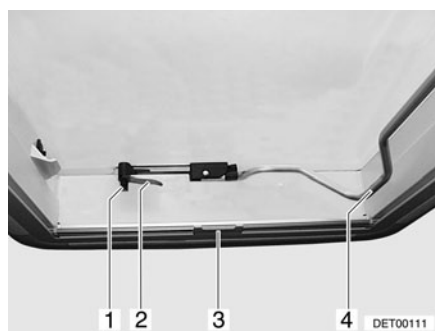
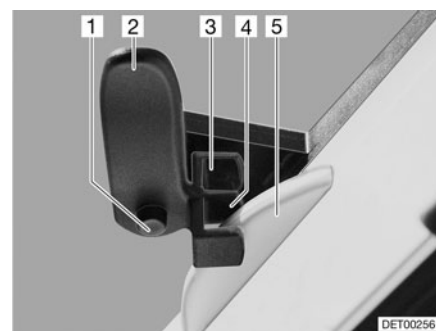

Fig. 44 Claraboya Heki, cerrada
Fig. 45 Claraboya Heki en posición de ventilación 1
- Pulsar el botón de seguridad (Fig. 44,1) y girar la palanca de bloqueo (Fig. 44,2) un cuarto de vuelta hacia dentro.
- Tirar hacia abajo de la horquilla (Fig. 44,4) para desbloquearla.
- Girar la palanca de bloqueo (Fig. 44,2 y Fig. 45,2) un cuarto de vuelta. El saliente del bloqueo del techo (Fig. 45,5) debe encajar en la horquilla de bloqueo superior (Fig. 45,3).
- Presionar el botón de seguridad (Fig. 45,1) y girar hacia atrás la palanca de bloqueo (Fig. 45,2). El saliente del bloqueo del techo (Fig. 45,5) debe encajar en la horquilla de bloqueo inferior (Fig. 45,4).